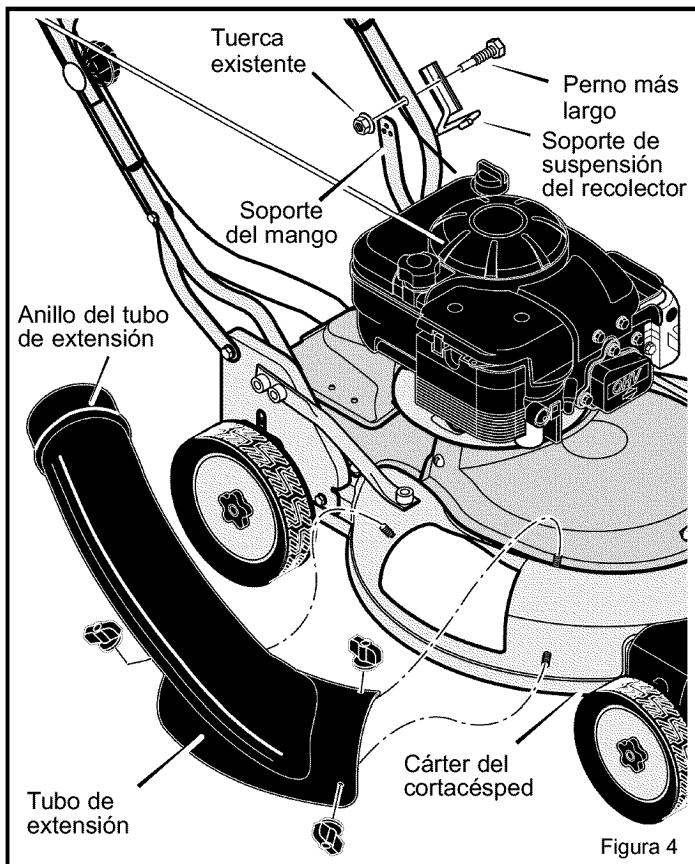

Figura 4
- Quite los pernos del mango inferior que sujetan el **soporte del mango** del lado izquierdo (vea la Figura 4).
- Use el **perno largo**, que viene con el recolector de hierba, y la **tuerca existente** para sujetar el **soporte de suspensión del recolector** al mango inferior (vea la Figura 4).
- Asegúrese de que la **abrazadera** se deslice sobre el **anillo del tubo** y suelte la **abrazadera** (vea el anillo del tubo de extensión en la Figura 4).